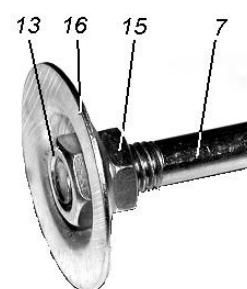
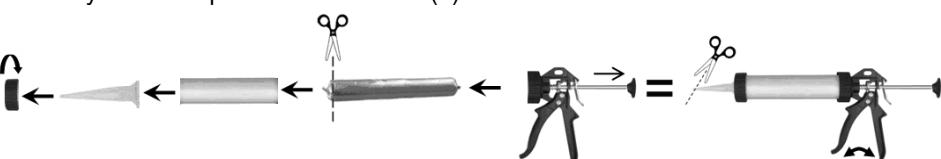

Рис. 3
Рис. 4
- удерживая пистолет за гайку (4), выкрутите корпус (3);
- удерживая за рукоятку штока (9), скрутите пластиковый поршень (14);
- металлический поршень (16) остаётся на месте;
- из гнезда пластикового поршня (14) аккуратно извлеките гайку (13);
- как показано на Рис. 3, накрутите гайку (13) на три оборота. При этом, шток (7) не должен выступать из гайки (13);
- гайкой (15) закрепите положение металлического поршня (16).
- 3.3. Закладку герметика в мягкой упаковке выполните в следующей последовательности (см. п. 3.1.), Рис. 4:
- гайку (2) накрутите на корпус (3), предварительно установив наконечник (1);
- предварительно обрежьте упаковку герметика (см. рекомендации производителя) и аккуратно заложите в корпус (3);
- нажмите на пластины (10) и оттяните до упора шток (7) за рукоятку (9);
- заправленный корпус (3) накрутите на гайку (4);
- в зависимости от толщины нанесения герметика при намеченной операции обрежьте носик наконечника (1); отрезанная часть наконечника в дальнейшем используется как пробка наконечника (1).